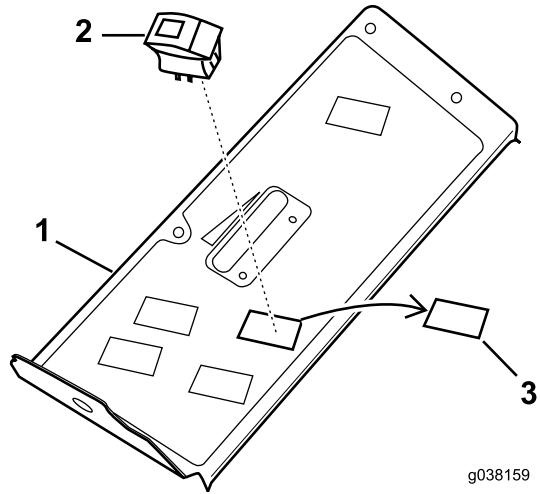

Figura 6
2. Identifique a tampa extraível na parte da frente do painel de controlo sob o autocolante e retire-a (Figura 6).
3. Insira o interruptor das luzes como se mostra na Figura 6.